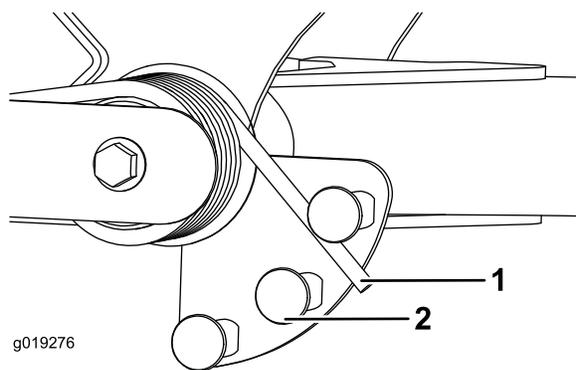

Figura 66
2. Coloque un tubo u otro objeto similar sobre el extremo largo del muelle y gírelo alrededor del actuador del muelle a la posición deseada (Figura 66).